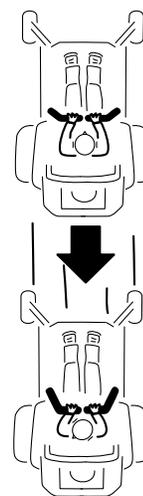

Figura 17
2. Para recuar, olhe para trás de si e para baixo, enquanto lentamente puxa as alavancas de controlo do movimento para trás (Figura 17).
Para andar direito, aplique pressão igual em ambas as alavancas de controlo do movimento (Figura 17).